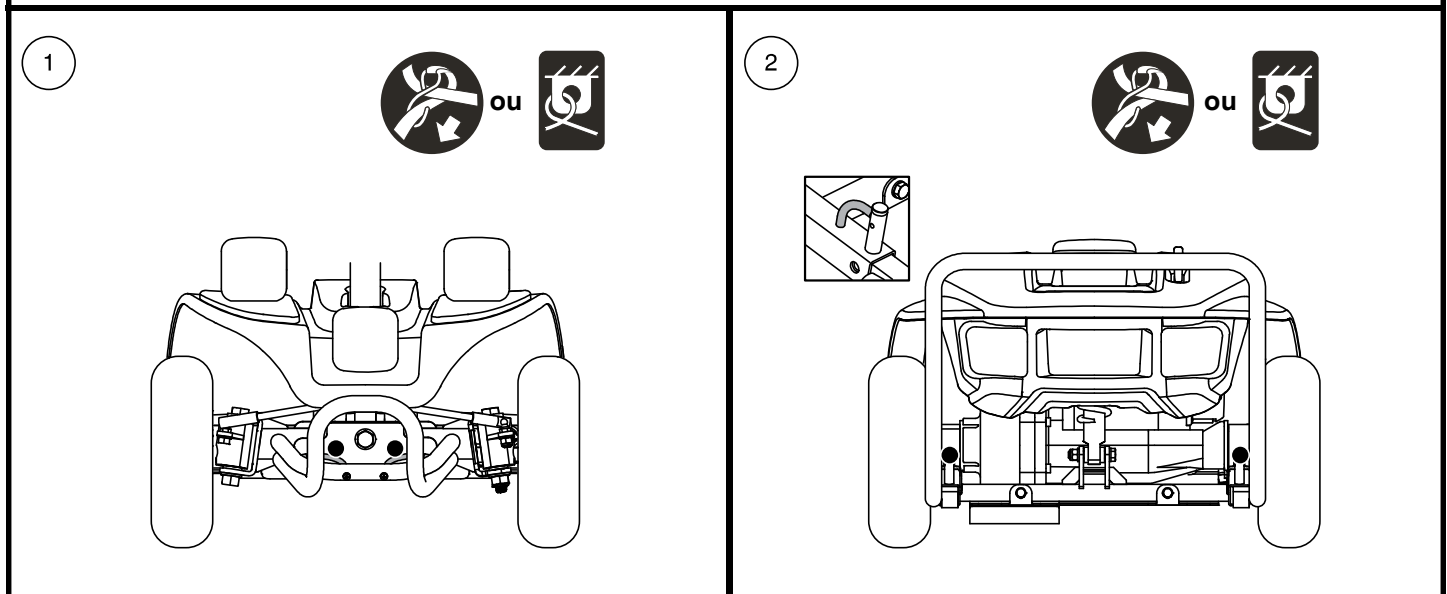

Figure 7. Points d'ancrage (Identifié avec des points noirs)
Le véhicule doit toujours être ancrés face à l'avant du véhicule. Fixez les quatre (4) courroies aux points d'ancrage désignés sur le véhicule. **Voir la figure 7.** Serrez-bien les courroies pour retirer le jeu excessif. N'attachez jamais le véhicule par ses composants réglables ou mobiles tels que les accoudoirs, capots ou roues. Ces articles devraient être enlevés. Positionnez les points d'ancrage arrière des courroies directement derrière le véhicule. Les points d'ancrage avant sont disposés plus loin de chaque coté du véhicule afin d'augmenter la stabilité latérale.